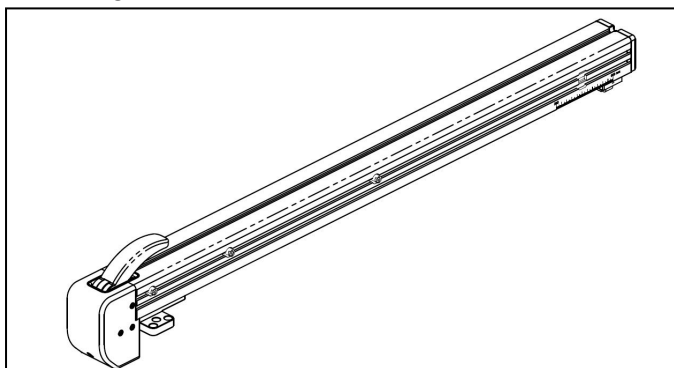

Abb. 9-2
- (1) Besorgen Sie sich ein neues Lager **6003-2Z (GB/T 276)**.
- (2) Führen Sie das im Kapitel 7.1 (1) beschriebene Verfahren durch, um den Anschlagkörper zu entfernen, wie in **Abb. 9-2** gezeigt.